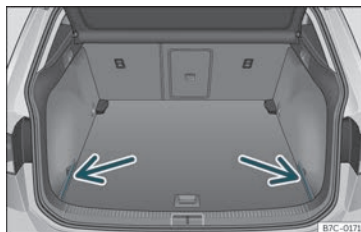

Fig. 107 Al maleter: tapes per guardar la safata.
- Traieu les tapes esquerra i dreta >>> **fig. 107.**